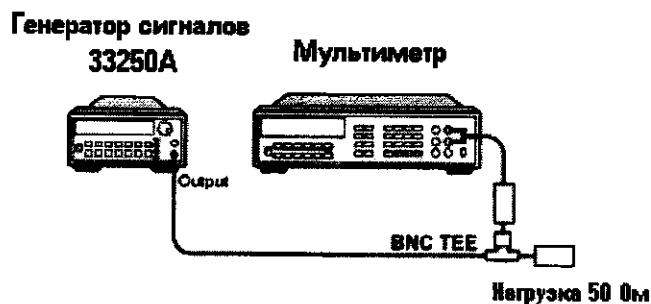

Рисунок 6
7.3.6.2 Для определения неравномерности АЧХ в частотном диапазоне от 3 до  $3 \times 10^5$  Гц используют генератор сигналов произвольной формы 33250А и мультиметр 3458А (рисунок 6). На генераторе установить уровень выходного сигнала  $-10$  дБм. Произвести измерения погрешности уровня выходного сигнала генератора на частотах 3, 50, 100, 500,  $1 \times 10^3$ ,  $5 \times 10^3$ ,  $1 \times 10^4$ ,  $5 \times 10^4$ ,  $1 \times 10^5$ ,  $3 \times 10^5$  Гц с помощью мультиметра. Зафиксировать погрешность измерения.